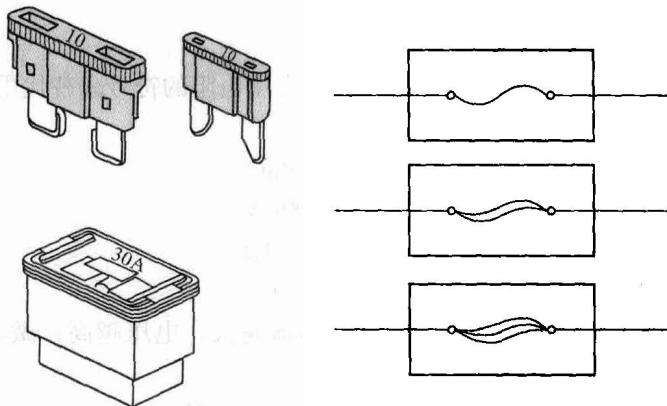

图 1-3 常见熔断器
(1) 熔断器 熔断器俗称保险器，在电路中起保护作用。当电路中流过超过规定的电流时，熔断器的熔丝自身发热而熔断，切断电路，防止烧坏电路连接导线和用电设备，并把故障限制在最小范围内。熔断器的主要元件是熔丝(片)，其材料是锌、锡、铅、铜等金属合金。常见的熔断器按照外形可以分为熔片式、熔管式、绝缘式、缠丝式等，如图 1-3 所示。通常情况下，将很多熔断器组合在一起安装在熔断器盒内，并在熔断器盒盖上注明各熔断器的名称、额定容量和位置，同时用不同的颜色来区别熔断器的容量。